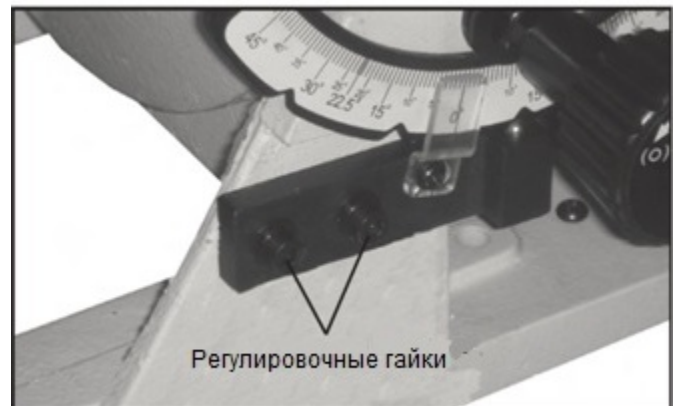

Рис. 03
2. Если требуется регулировка, переместите рабочий стол так, чтобы он образовывал угол 90 градусов, и ослабьте две регулировочные гайки (Рис. 03) на стопоре, переместите стопор влево или вправо для установки в требуемом положении. После того, как необходимая регулировка была произведена, затяните обе регулировочные гайки на стопоре.